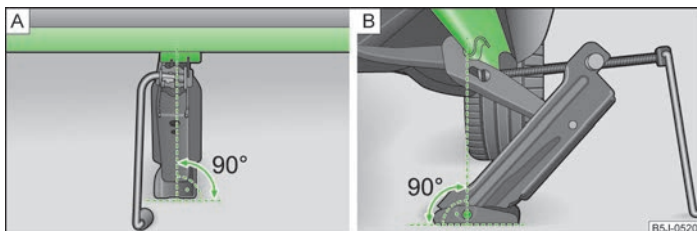

Fig. 158 Colocar el gato
- Fijar el gato de modo que la garra abarque el alma vertical » fig. 158 - B debajo de la marca.
- Asegurarse de que la placa de base del gato esté con toda la superficie apoyada en un suelo recto y en vertical » fig. 158 respecto a la posición en la que la garra abarca el alma.